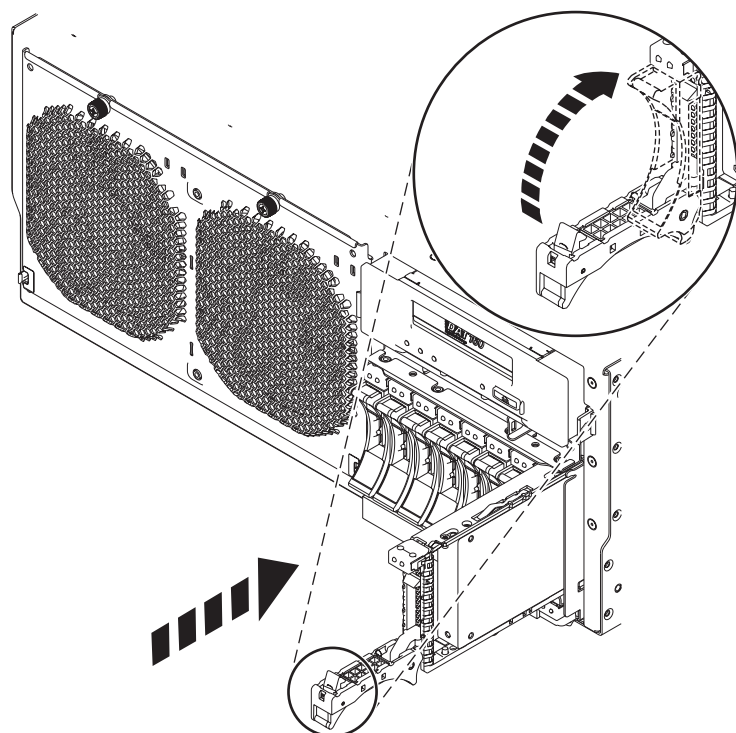

Figura 6. Instalación de una unidad de disco en el sistema
7. Cuando parpadee el LED de identificación, deslice la unidad hasta el fondo del sistema o de una unidad de expansión y empuje hacia adentro el asa de la unidad (A) hasta que quede encajada, como se muestra en Figura 6.